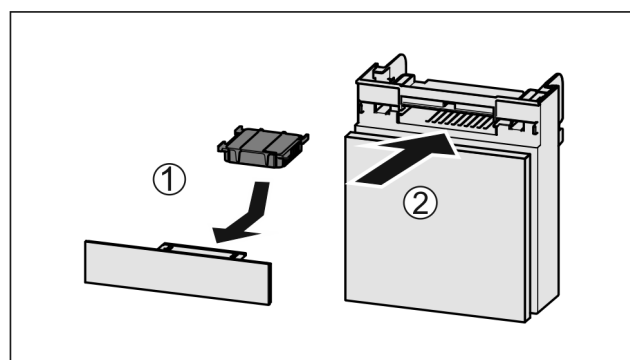

Fig. 226
- ▶ 按图装入 Fig. 226 (1) 活性炭过滤器。
- ▶ 推入 Fig. 226 (2) 抽屉。